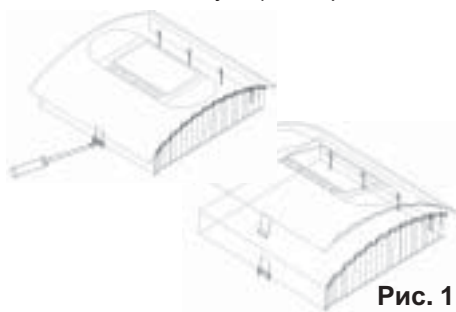

Рис. 1
1. Снимите крышку прибора управления. Для этого с помощью плоской отвертки вдавите внутрь фиксирующий выступ и, покачивая, вытащите вверх верхнюю часть корпуса (рис. 1).